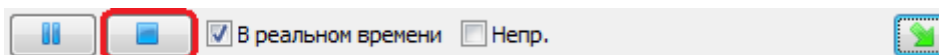

Рис. 4.15 Кнопка «Остановить воспроизведение сигналов»
15. Остановить воспроизведение записи, нажав на кнопку «Остановить воспроизведение сигналов» (Рис. 4.15) в программе «Воспроизведение сигналов».